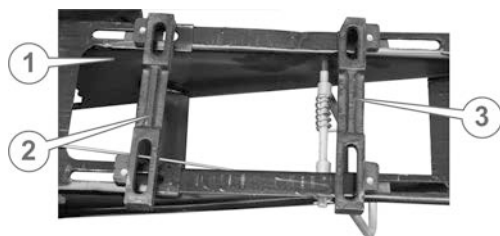

Рис. 4.8.
13. Ослабить болты крепления передней (3) (см. рис. 4.8.) и задней (2) балок крепления двигателя на раме (1). Выставить балки перпендикулярно раме так, чтобы продольное расстояние между пазами балок было равно продольному расстоянию между крепежными отверстиями в установочных лапах двигателя.